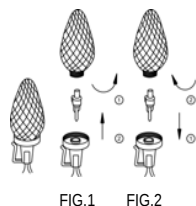

FIG.1 FIG.2
1. Hale la película plástica de la cubierta de las baterías para que llegue corriente al control remoto (Fig. 1).